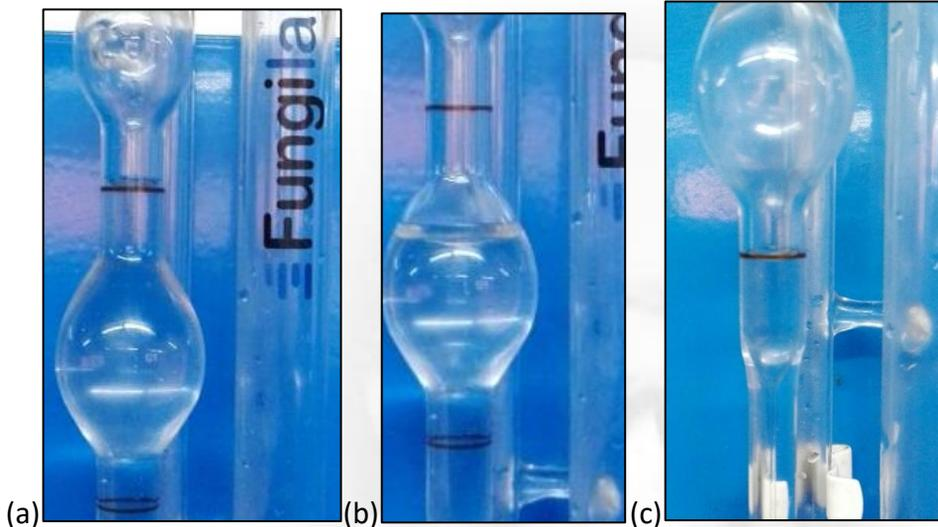

Figura 12. Inicio de toma de tiempo (a) Transcurso de toma de tiempo (b) Final de toma de tiempo (c)
- 4.10. Dejar que la muestra de líquido fluya libremente hacia abajo e iniciar a medir el tiempo apenas el líquido llegue a la marca M_1 . (Figura 12)